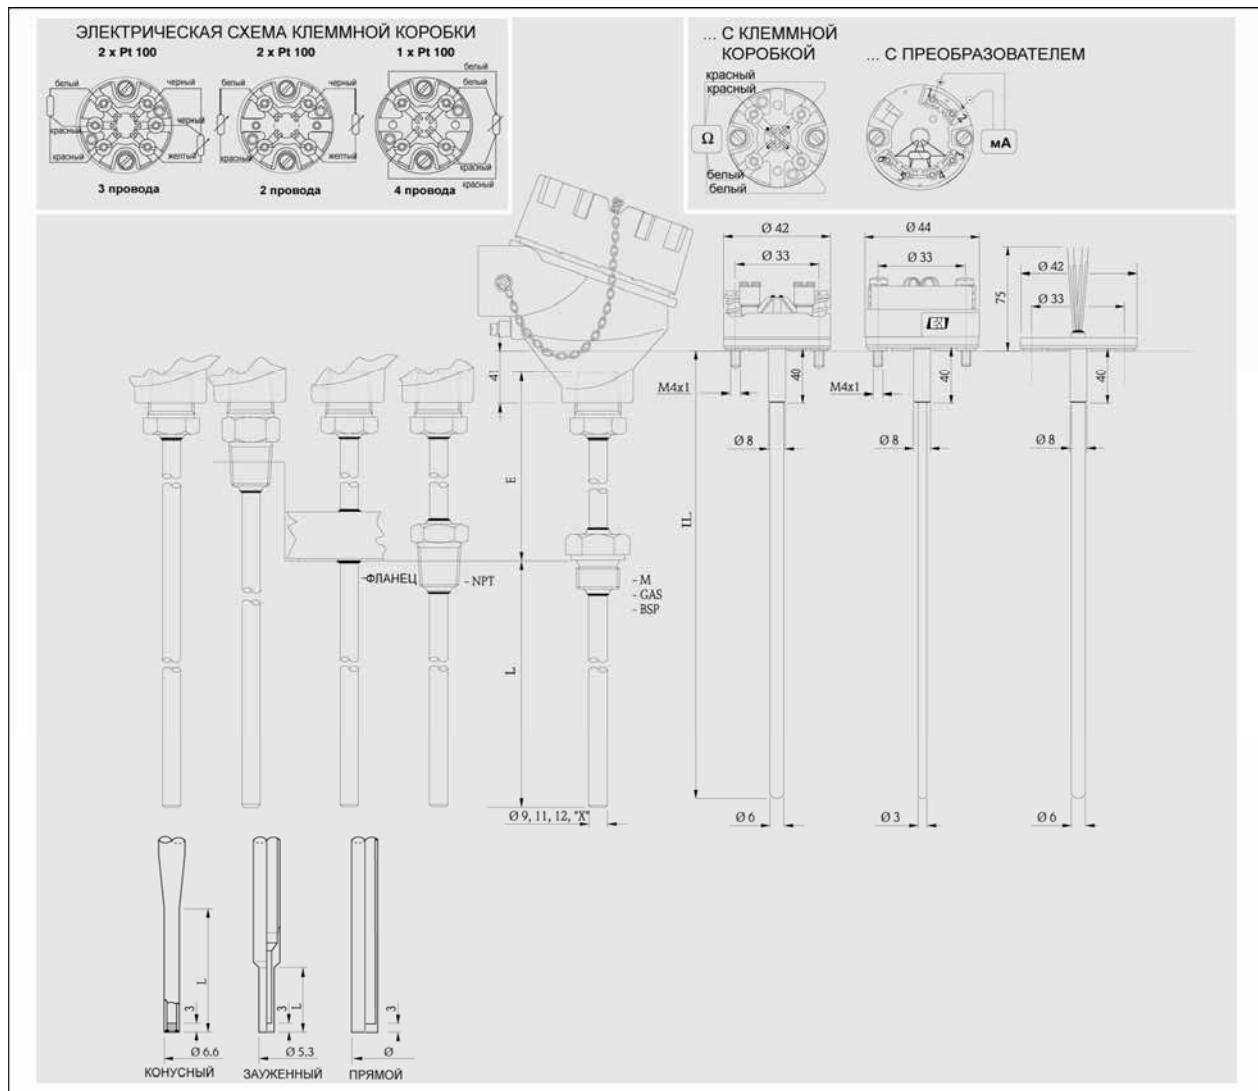

Рис. 6. Функциональные компоненты, стандартные электрические схемы (для керамической клеммной коробки), наконечник на нижней части зонда.
Для замены длина вставки (IL) должна выбираться в соответствии с глубиной погружения (L) термогильзы (см. Рис. 6). Если нужны запасные части, обратитесь к следующей таблице.
Хотя при поставке схема подключений для одинарных датчиков Pt100 всегда соответствует 4-проводной конфигурации, можно подключить преобразователь и по 3-проводной схеме, не подсоединяя один из выводов (см. Рис. 6). Для вставок с сертификацией ATEX возможны 2-проводные конфигурации для двойных Pt100 и 2, 3 и 4-проводные конфигурации для одинарных Pt100.
Что касается термогильзы, неровность поверхности (R_a) смачиваемых деталей равна 0,8 мм, а различные типы наконечников (конусных или зауженных) иллюстрируются на Рис. 6.